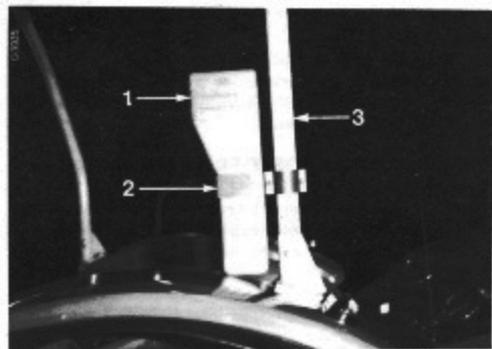

Fig. 17
Dans certains pays d'Europe, le triangle de signalisation (1), Fig. 17, est obligatoire sur routes.